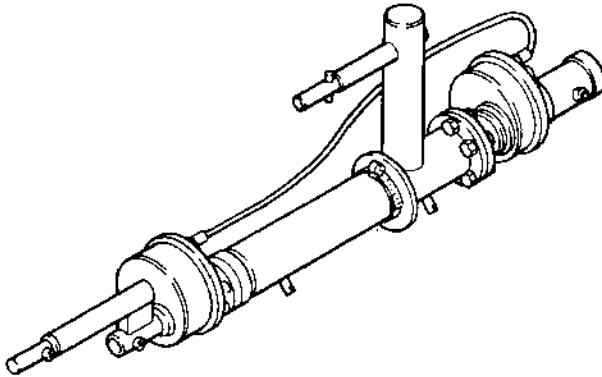

Bild 31
2. Steuerkabel, 1,8 m, aus der Zubehörkiste nehmen und wie in Bild 31 gezeigt an die Antennenschwenkgetriebe anschließen. Dabei die entsprechenden Schutzkappen zusammenschrauben.